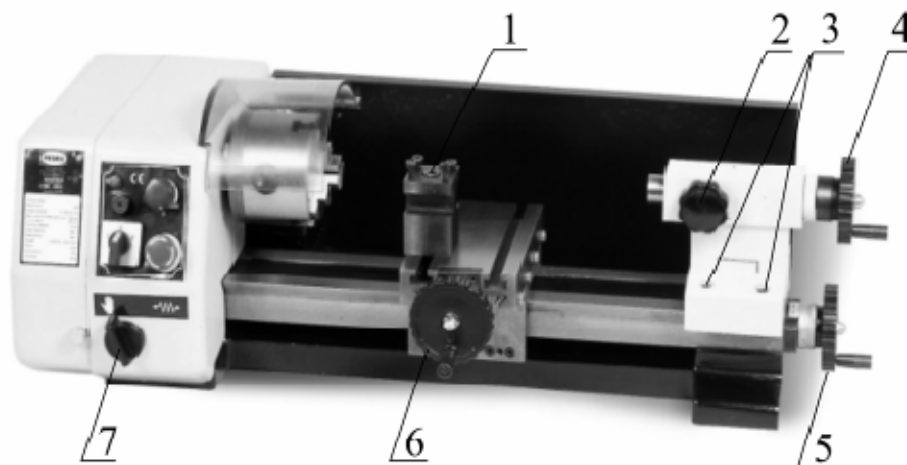

Рисунок 5.
**Рукоятки управления (см. рис.5):**